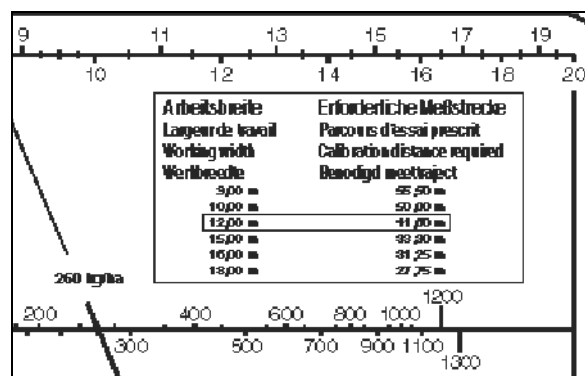

图 69
1. 用钩杆将收集容器（图 69/1）挂在支架（图 69/2）上。将收集容器卡入夹紧装置（图 69/3）中。
2. 用拉绳（图 69/5）完全打开出口槽的侧滑门（图 69/4）大约 5 秒（确保肥料均匀流动）。之后重新将收集到的肥料倒回撒肥机的料斗中。
5. 田地条件下精确驶完从起点到终点的校准距离，即：遵守规定的、恒定的作业速度。用拉绳（图 69/5）精准地在校准距离起点完全打开出口槽的侧滑门（图 69/4）（拉至停止），并在终点关闭（在松开拉绳时，弹簧（图 69/6）将侧滑门拉动至关闭位置）。